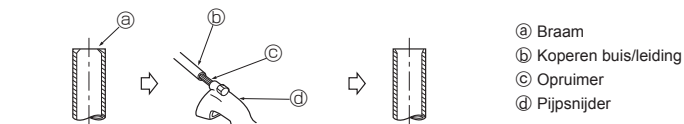

Fig. 5-3
5.2.2. Bramen verwijderen (Fig. 5-3)